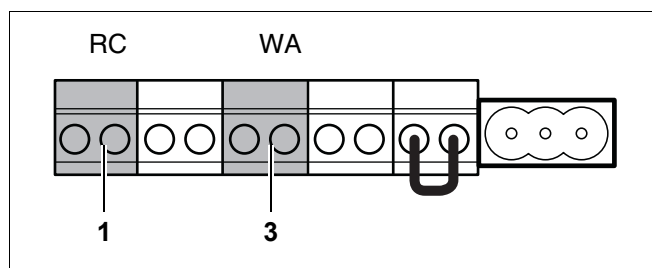

Рис. 33 Клеммы для подключения блока управления RC и беспотенциального контакта запроса тепла
- Подключать одновременно RC (рис. 33, **поз. 1**) и термостат к клеммам беспотенциального контакта запроса тепла недопустимо (рис. 33, **поз. 3**).